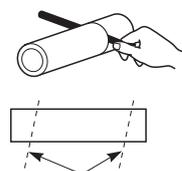

Fig. 3-17
- (5) Mesurez l'épaisseur du mur, du bord intérieur au bord extérieur, puis découpez le tube en PVC, légèrement de biais, 6 mm plus court que l'épaisseur du mur. (Fig. 3-17)